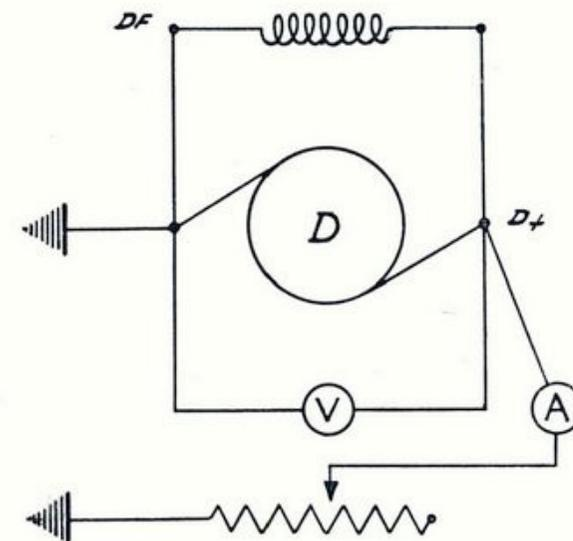

Fig. 118 - Schema prova dinamo a vuoto.
a) Prova a vuoto: Montare la dinamo sull'apposito banco prova. Collegare il morsetto DF alla massa ed inserire il voltmetro tra il D+ e la massa (fig. 118). Aumentare lentamente i giri fino ad ottenere la tensione di 6 V. A questo punto il numero di giri deve risultare minore o uguale a 1450 g/1'.